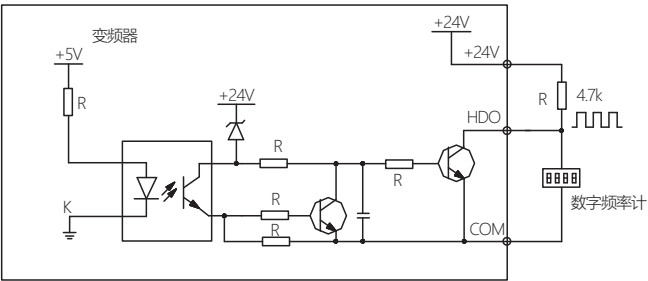

图5-5-3 输出端子HDO连接方式1
a) HDO用作数字脉冲频率输出，可使用变频器内部的+24V电源，接线方式如图5-5-3所示：